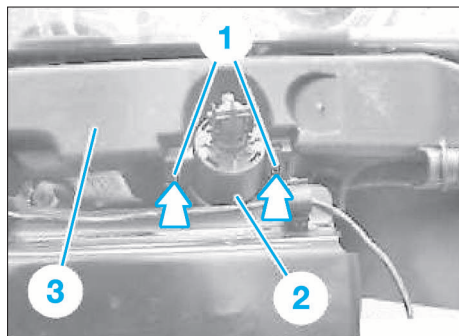

FIG. 33
- Déverrouiller les éléments de verrouillage (1) dans le sens de la flèche et sortir le gicleur haute pression (2) du bras de projecteur (3) par l'arrière (Fig.33).